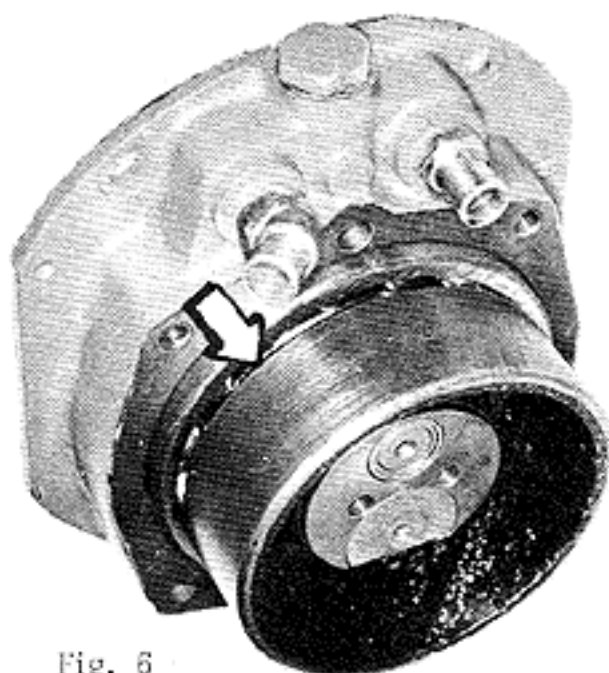

Fig. 6
4. Tag loss spärrhuset (6), fjädern (5), hylsan (4) och spärrtappen (8).
5. Demontera backslagsspaken från manöveraxeln (1). OBS! Kilen. Lossa därefter locket (2). Drag ut manöveraxeln (1) och tappen (9). (Observera läget på tappen som har märkta sidor. Se vidare under "Hopsättning".)
6. Lossa skruvarna som håller backslagskåpan (32) fäst till huset (33). Medelst lätta klubbslag på kåpan skiljes denna från huset.
7. Lossa skruvarna (22) och tag loss axeln (17) med hylsan (20).
8. Demontera skruvarna (23) och brickan (24). Skruva i en av skruvarna (23) i centrumhålet på lagerstödet (27) och drag av kugghjulet (30). Om kullagret (29) skall demonteras ur kugghjulet, lossas skruvarna (25) och ringen (26) var på kullagret pressas ut.
9. Lyft ur konan (28).
10. Tag ur kugghjulet (31) och lagret (34) ur huset (33). Demonteringen, för backslag med utv. 1,87:1 underlättas genom att man medelst en dorn, som sättes i de två hålen som finns i huset (33) knackar på lagerbanan. På backslag med utv. 1,91:1 underlättas demonteringen genom att man knackar försiktigt med en mässingsdorn på den fasade sidan av kugghjulet (31), se pil fig. 6.